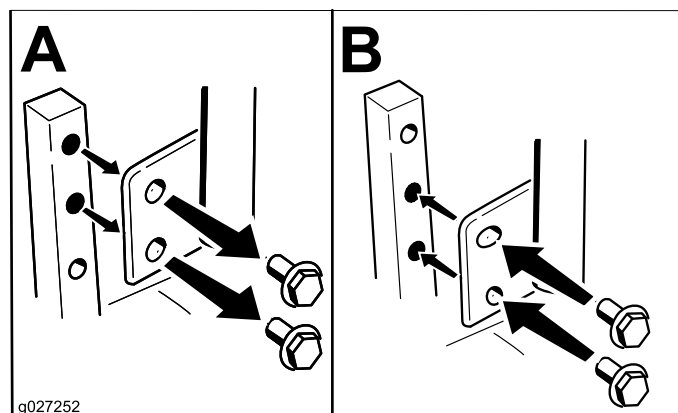

Figure 21
Vous pouvez ajuster la hauteur des leviers de commande de déplacement en fonction de votre taille (Figure 21).
2. Desserrez le boulon inférieur jusqu'à ce qu'il soit possible de faire pivoter le levier de commande en avant ou en arrière (Figure 21).